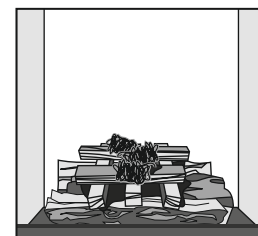

Abb. 2:
**LEGEN SIE DIE HOLZSCHEITE IN DIE BRENNKAMMER UND PLATZIEREN SIE DAS ANFEUERMODUL OBEN AUF DEN BRENNHOLZSTAPEL (ABB. 2).**
Platzieren Sie anschließend das Anfeuermodul oben auf die Holzscheite. Die unteren Scheite des Anfeuermoduls liegen dabei quer zu den obersten Brennholzscheiten (Abb. 2).